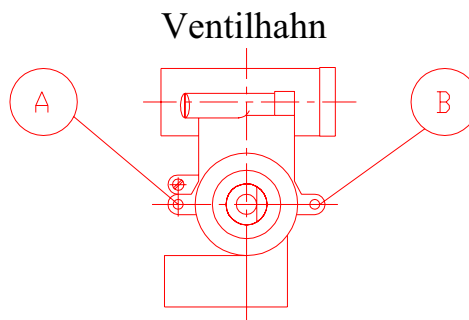

Bild 8
- b) Schrauben A und B (Bild 8). Hahnkegel herausnehmen und Fett reinigen